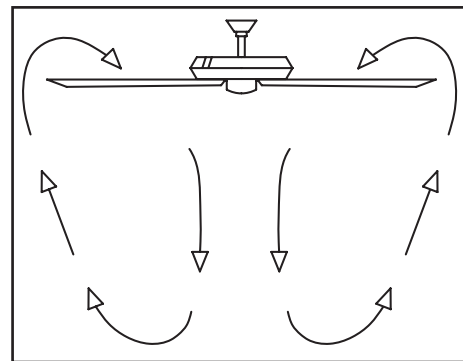

Figura 16
**Clima cálido** - (Hacia adelante) Un flujo de aire hacia abajo surte efecto refrescante, como se muestra en la Figura 16. Esto te permite fijar tu aire acondicionado en configuración más alta sin afectar tu comodidad.